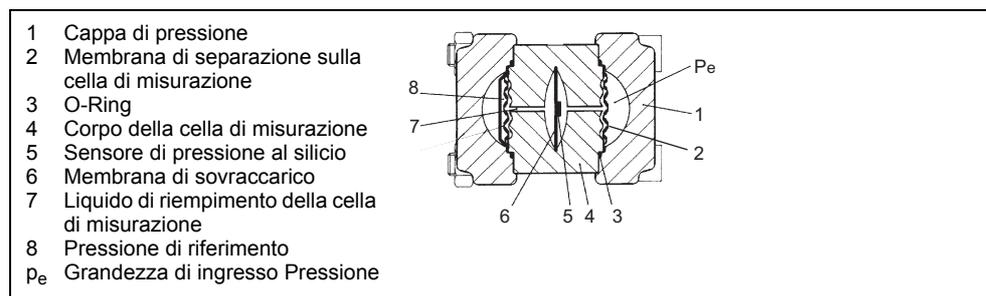

Figura 9 Cella di misurazione per pressione assoluta, schema funzionale
La pressione assoluta viene trasmessa sul sensore di pressione al silicio (5) attraverso la membrana di separazione (6, Figura 9, p. 20) e il liquido di riempimento (7). Al momento di superare i limiti di misurazione la membrana di sovraccarico (6) viene deviata sino a che la membrana di separazione (2) si adagia sul corpo della cella di misurazione (4) proteggendo in tale maniera il sensore di pressione al silicio (5) da una eccessiva sollecitazione (sovraccarico). La differenza di pressione fra la pressione di ingresso (p_e) e la pressione di riferimento (8) sul lato negativo della cella di misurazione devia la membrana di misurazione. Quattro piezoresistenze posizionate nella membrana di misurazione collegate a ponte modificano il proprio